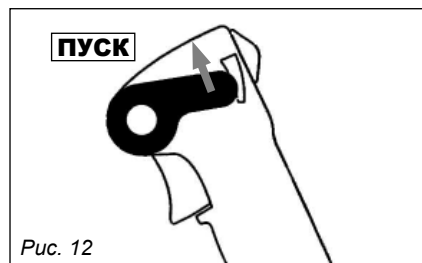

Рис. 12
1. Установите рычаг выключателя двигателя в положение пуск (рис. 12).